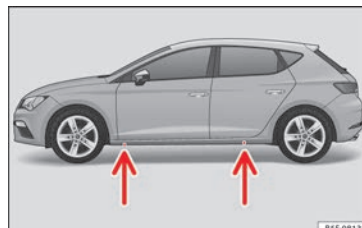

Bild 73 Tvärbalk: Markeringar
• Hitta stödpunkterna på staget (nedsänkt område) i närheten av hjulet som ska bytas » **bild 73**.